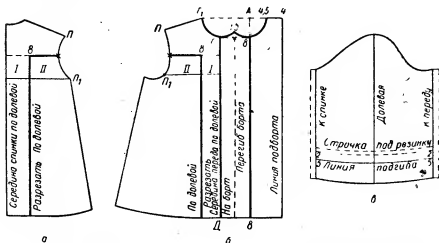

Рис. 175. Нанесение линий фасона платья-халата с цельнокроеной прямой кокеткой:
**С п и н к а.** Линию проймы (рис. 175, а) от точки П до точки П1 делят на две равные части и обозначают точкой деления. От точки деления влево проводят горизонтальную линию так, чтобы она не дошла до середины спинки на 8 см. От точки 8 вниз проводят вертикальную линию до низа изделия параллельно середине спинки. Каждую разрезанную часть обозначают цифрами (I и II).
**П о л о ч к а.** Линию проймы (рис. 175, б) от точки П до точки П1 делят на две равные части и обозначают точкой
Рука в. Низ рукава (рис. 175, в) укорачивают на 5 см, по эти 5 см срезать не надо, они пойдут на подгиб рукава. Строчку для резинки у низа рукава делают на расстоянии 2 см от линии подгиба. Расстояние между строчками зависит от ширины эластичной ленты (резинки).